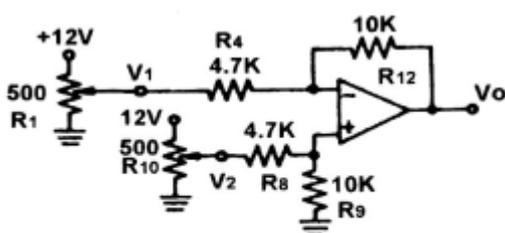

Fig 15-14
1. Insérez le clip de raccordement en vous référant à la figure 15-14 et au schéma de raccordement de clip 23013-block b.5.
- Relativement aux valeurs indiquées au Tableau 15-4, aidez-vous du multimètre ou de l'oscilloscope (DC) pour mesurer la tension à la borne de sortie (OUT), puis notez les résultats en Tableau 15-4.
Où les valeurs de R4 et R12 sont présentés en Fig. 15-14.